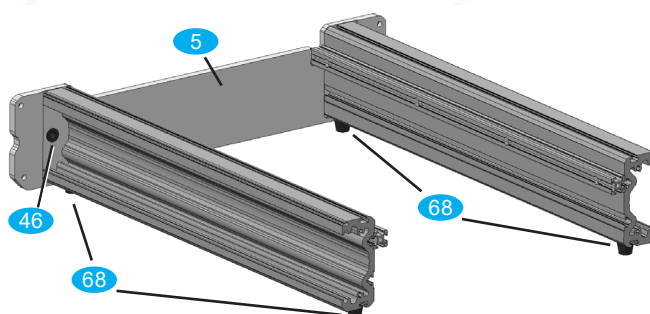

Bild 15: Grundaufbau Tisch
- Verschrauben Sie mit den Flachkopfschrauben **G3** die beiden vormontierten Tischseiten mit dem Stirnblech **5**, wie in Bild 15 gezeigt. Ziehen die Schrauben nicht fest.